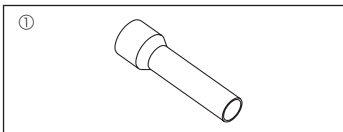

Fig. 1-1
1.6. Accessori dell'unità esterna (Fig. 1-1) (SW160, 200)